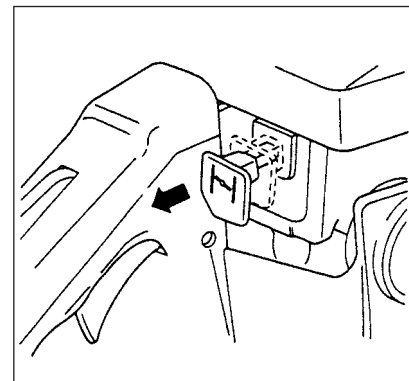

Fig. 2-3
2. Tirare completamente il pomello di controllo della valvola dell'aria nella posizione di chiusura. Questa operazione fa bloccare automaticamente la farfalla nella posizione di avviamento. (Fig. 2-3)